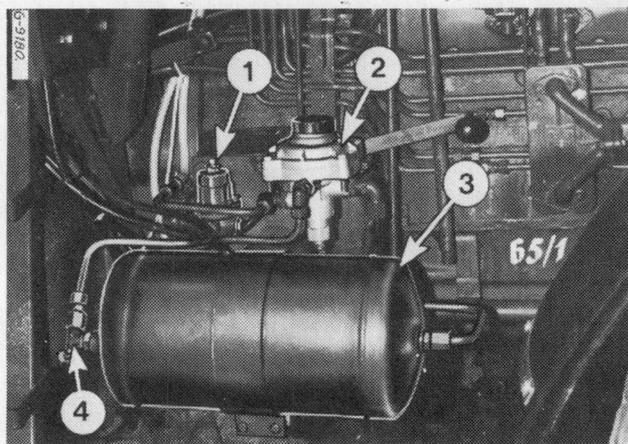

Figure 91
Le système (4, fig. 91) est équipé d'une soupape (2) qui permet de gonfler les pneumatiques.